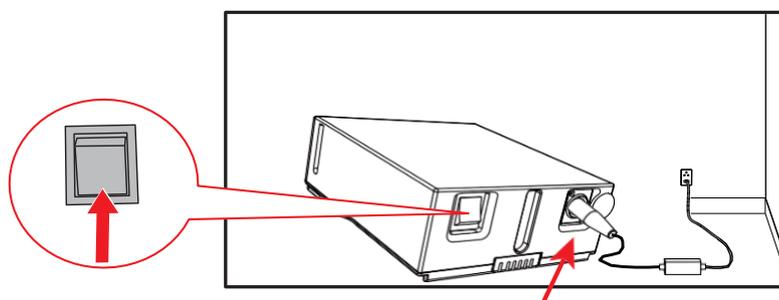

Abb. 6.2.2
2. Controller-Ladebuchse (erspart das Bücken zum Einstecken des Ladegeräts) (Abb. 6.2.2)